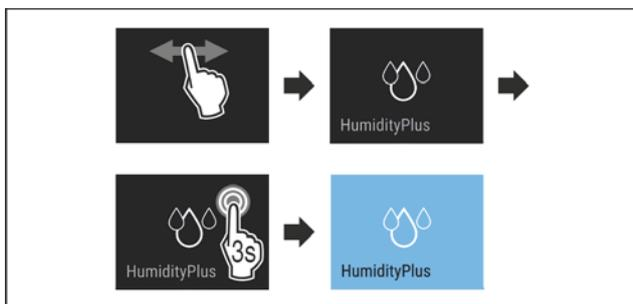

Fig. 12
- ▶ Выполните шаги действия (см. Fig. 12).